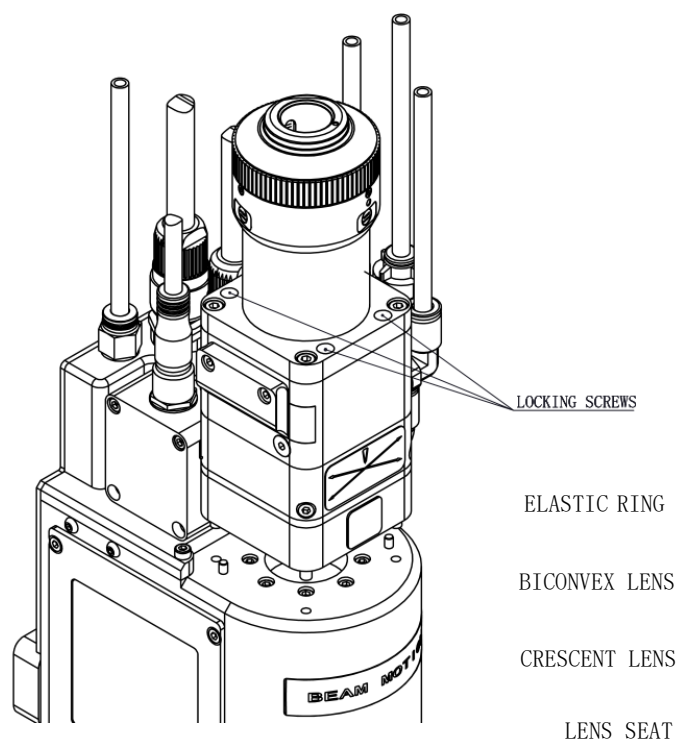
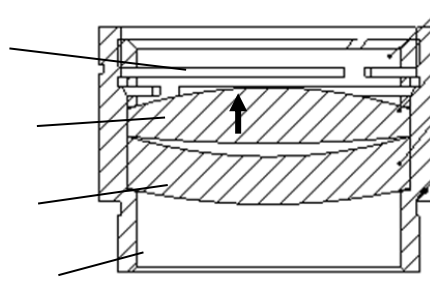

图 11 准直拆卸顺序
图 12 准直镜片装配顺序示意
- (1) 擦去 GF101 表面的灰尘；
- (2) 用 3mm 的内六角扳手将光纤准直镜上面的螺丝拧开如图 11 所示。将之放置在洁净场所；
- (3) 使用专用的镜片安装工具拧出准直镜座，再用镜片安装工具取出准直镜座和准直镜；
- (4) 更换或清洁准直镜片；
- (5) 如图 12 所示按顺序重新组装好准直镜组件，注意双凸镜片的箭头朝向，注意弹簧压圈适当用力旋紧，并重新旋进 FRA 组件中；
- (6) 按以上步骤逆向操作锁紧；
- (7) 检查焦点位置是否在喷嘴孔中心，如不在中心，需重新调中操作。